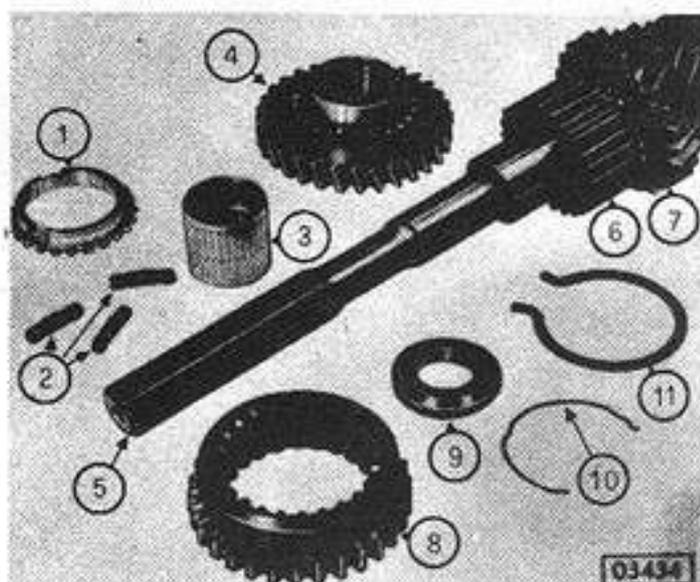

Fig. 17 - Despiece del eje principal (zona del sincronizador de 1ra. y 2da.)
5. Sacar a mano la arandela espaciadora, el aro elástico de la extensión de la caja, el engranaje de 1ra., el cojinete de agujas, el aro sincronizador, el cubo de sincronizador, las placas traba y resorte del sincronizador trasero (Fig. 17).